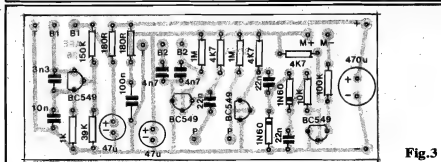

Fig.3
- **FIG. 3 - "CHAPEADO" DA MONTAGEM** - Placa vista agora pelo seu lado **sem** cobre, com todos os componentes identificados por códigos, valores e estilizações costumeiramente adotadas em